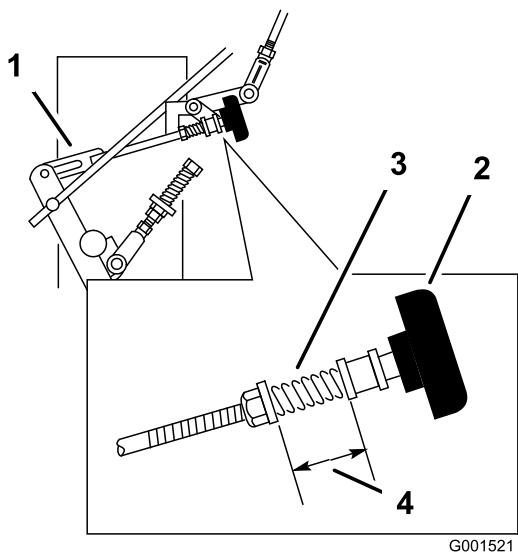

Figure 40
- Réglez la timonerie droite en tournant le bouton Quick-Track dans le sens anti-horaire jusqu'à ce que la roue commence à tourner en avant (Figure 40).
Répétez cette opération jusqu'à ce que la roue droite arrête de tourner en avant (Figure 40).
6. Le ressort qui maintient la tension sur le bouton n'a normalement pas besoin d'être réglé. Toutefois, si un réglage est nécessaire, réglez la longueur du ressort à 26 mm (1 po) entre les rondelles (Figure 40).
7. Réglez la longueur du ressort en tournant l'écrou situé à l'avant du ressort (Figure 40).